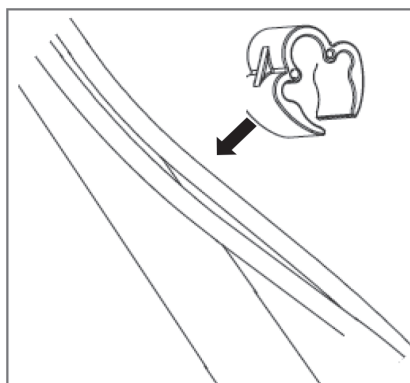

Рис. 9
- Зафиксируйте трос рычага привода колёс и трос рычага остановки двигателя на стойке рукоятки управления, используя зажимные клипсы (рис. 9).